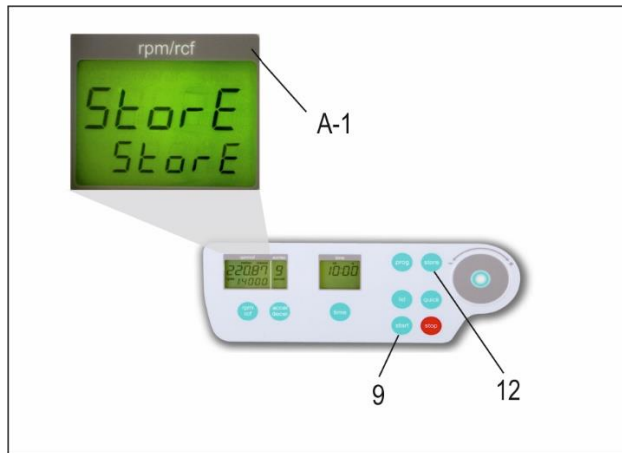

Abbildung 6
- Alle veränderten Einstellungen müssen durch Betätigen der Taste „store“ (12) oder „start“ (9) abgespeichert werden. Zur optischen Bestätigung erscheint im Anzeigenfeld „rpm/rcf“ (A-1) der Schriftzug „store“ – nur dann sind die Vorwahlen wirksam (siehe Abbildung 6).